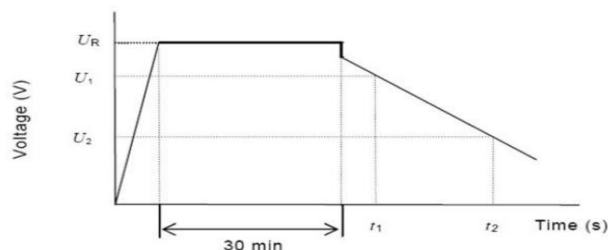

图 2
- 5) 测量并记录电容器两端电压从  $U_1$  到  $U_2$  的时间  $t_1$  和  $t_2$ ，如图 2 所示，根据下列公式计算电容量值：